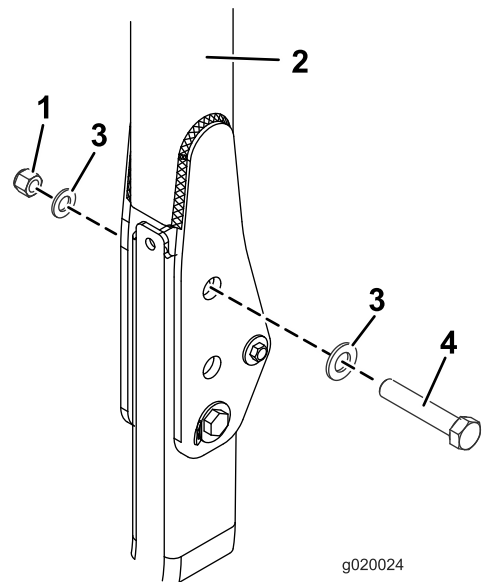

Bild 30
4. Setzen Sie die Schrauben und Scheiben in die Löcher ein, aus denen Sie die Stifte entfernt haben (**Bild 30**).
5. Legen Sie eine weitere Scheibe auf jede Schraube und befestigen sie mit einer Mutter ($\frac{3}{4}$ "), wie in **Bild 30** abgebildet. Ziehen Sie die Muttern auf ein Drehmoment von 323 bis 396 N·m an.
6. Ziehen Sie die Drehschraube am Überrollschutz (**Bild 30**) auf ein Drehmoment von 91 bis 113 N·m an, damit der Überrollbügel und das Sonnendach nicht springen.
3. Legen Sie eine Scheibe ($\frac{13}{16}$ " x $1\frac{1}{2}$ ") auf jede Schraube ($\frac{3}{4}$ " x 4"), wie in **Bild 30** abgebildet.